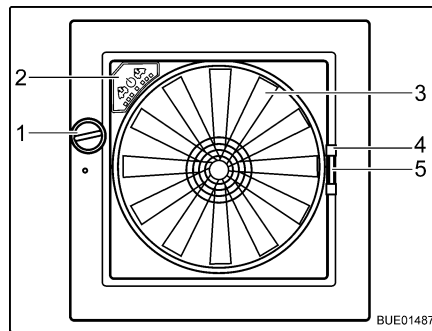

Fig. 55 Oblò Omni-Vent
- Apertura:** ■ Ruotare la manopola (Fig. 55,1), finché non si raggiunge l'angolo di apertura desiderato.
- Chiusura:** ■ Ruotare la manopola (Fig. 55,1), finché l'oblò non è completamente chiuso.
- Chiusura:** ■ Tirare la protezione contro gli insetti per la maniglia (Fig. 55,4) verso il lato opposto del telaio.
- Chiusura:** ■ Serrare la maniglia (Fig. 55,5) dell'oscurante.
Se l'oblò è aperto, l'abitacolo può essere ventilato e sfiato con il ventilatore a 6 stadi (Fig. 55,3). Il ventilatore si controlla dal quadro di comando (Fig. 55,2).